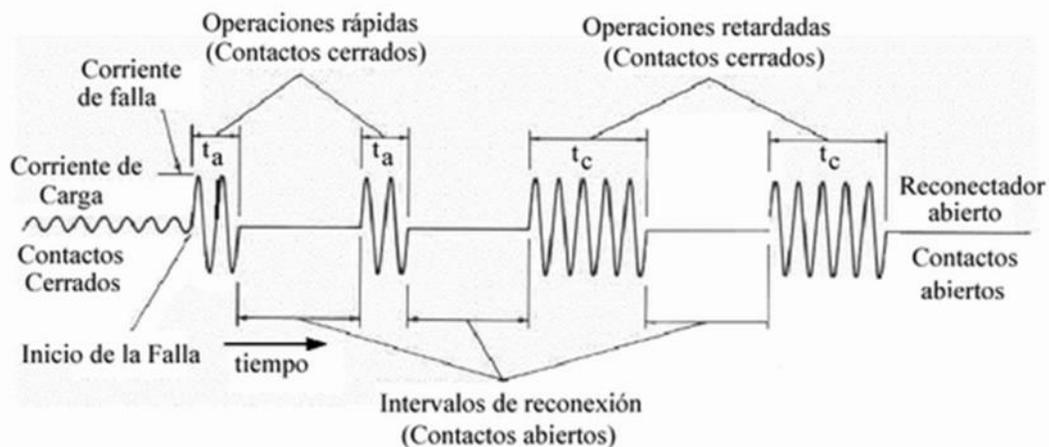

Figura 6: Secuencia de operación de un Re-conectador
3. **Corriente mínima de operación:** Es el valor mínimo de corriente para el cual el re-conectador comienza a ejecutar su secuencia de operación programada. La secuencia de operación típica de un re-conectador para abrir en caso de una falla permanente se muestra en la figura 6., donde se ha supuesto que la programación es C 22, es decir, dos aperturas rápidas y dos aperturas lentas, con tiempos obtenidos respectivamente, de la curva A y de la curva C de la Figura 5, para la magnitud de corriente de falla correspondiente.
Según la Figura 6, en condiciones normales de servicio, por la línea protegida circula la corriente de carga normal. Si ocurre una falla aguas abajo de la instalación del re-conectador y la corriente del cortocircuito es mayor a la corriente mínima de operación